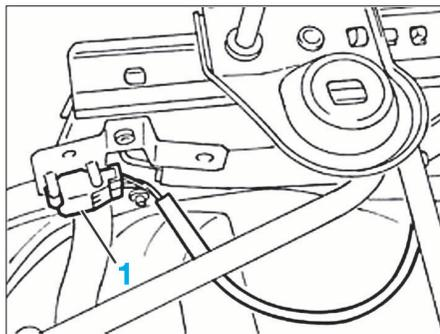

FIG. 12
- Débrancher le connecteur (1) situé sous le siège (Fig.12).